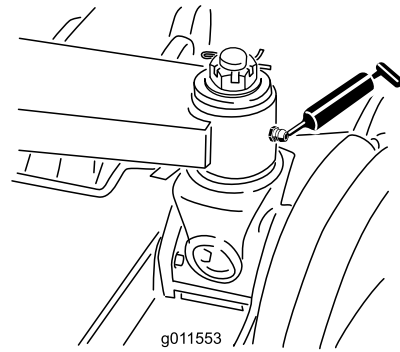
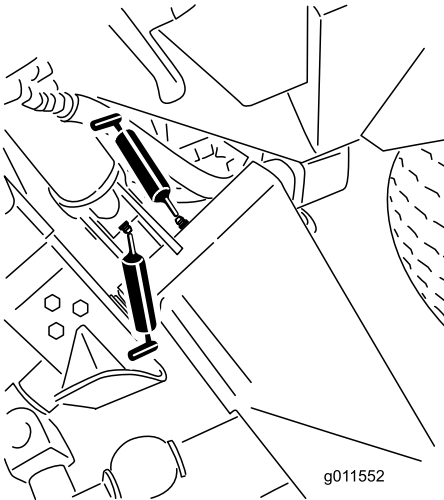

Figura 50
Figura 49
- 6 casquillos de brazos de elevación principales (Figura 49 y Figura 50)